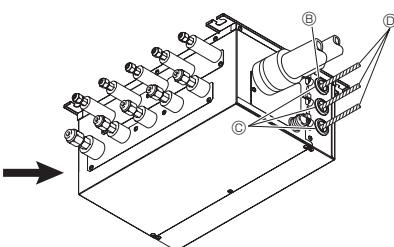

Fig. 9-2
3. Introduzca el cableado en la caja de derivación. (Fig. 9-2)
7. Cuando la caja de derivación se instale en el exterior, asegúrese de que las entradas del cableado estén selladas con masilla de minio para evitar que entre el agua de lluvia. (Fig. 9-2)